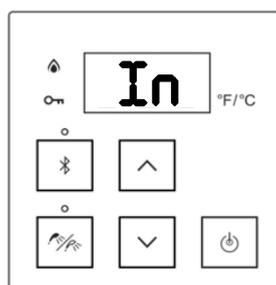

Figure 56
4. Le contrôleur affiche « **In** » (à l'intérieur) (figure 56).